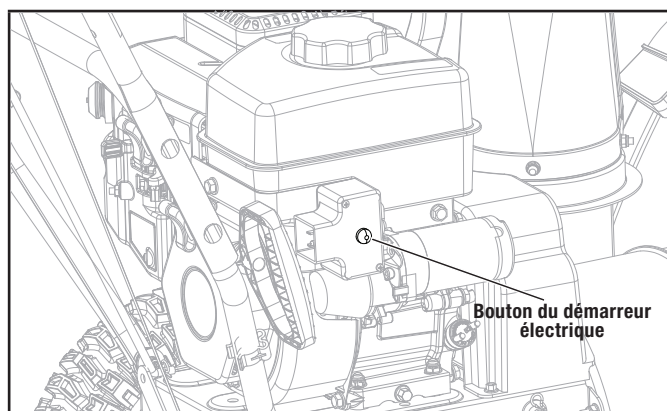

Figure 13D
7. Pour un démarrage électrique, vous pouvez également brancher le cordon électrique fourni dans le démarreur. Appuyez sur le bouton du démarreur électrique et assurez-vous que la tension d'alimentation principale est 120 V~ 60 Hz. (figure 13D)